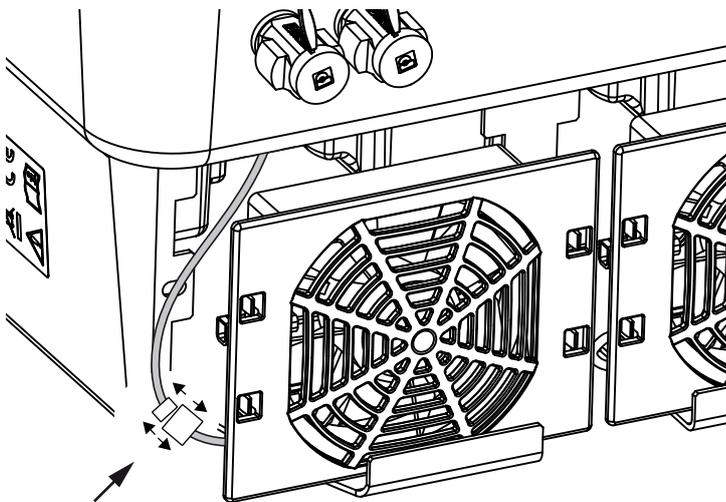

Fig. 65: Retirar el cable del ventilador
4. Extraer la unidad del ventilador completamente de la carcasa. Para ello, separar la conexión de enchufe del cable del ventilador.  **Fig. 65**